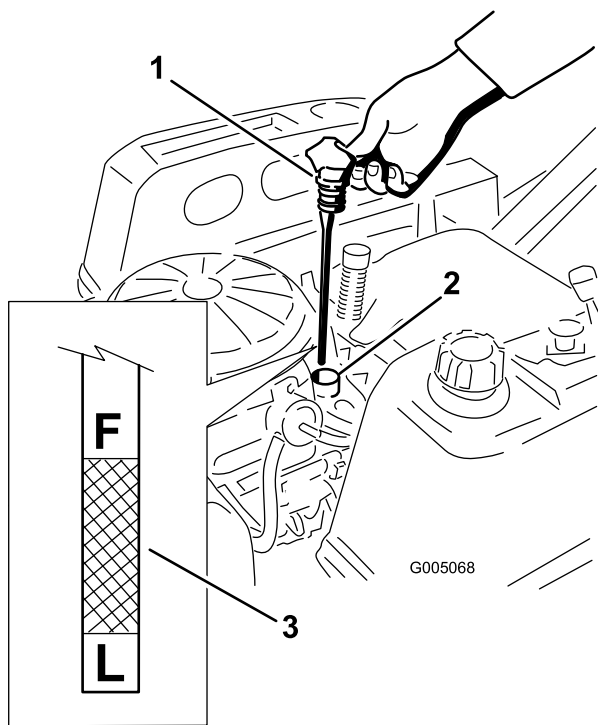

Figure 24
- Sortez de nouveau la jauge et contrôlez le niveau d'huile (Figure 24).
- Enlevez le bouchon de vidange d'huile (Figure 25). Enlevez le bouchon de remplissage/la jauge (Figure 24).
- Versez avec précaution environ 80 % de la quantité d'huile spécifiée dans le goulot de remplissage (Figure 24)
- Remettez fermement en place le bouchon de remplissage/la jauge d'huile (Figure 24).
- Vérifiez le niveau d'huile (Figure 24) (voir Contrôle du niveau d'huile).